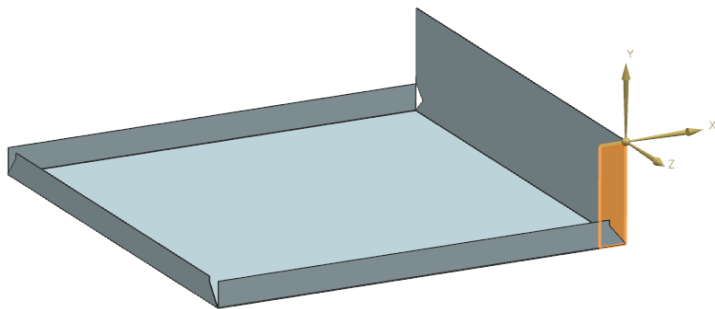

图 11-101 选择草图工作平面
(1) 选择“菜单(M)”→“插入(S)”→“在任务环境中绘制草图(V)”命令，打开“创建草图”对话框。在视图区选择草图工作平面，如图 11-101 所示。